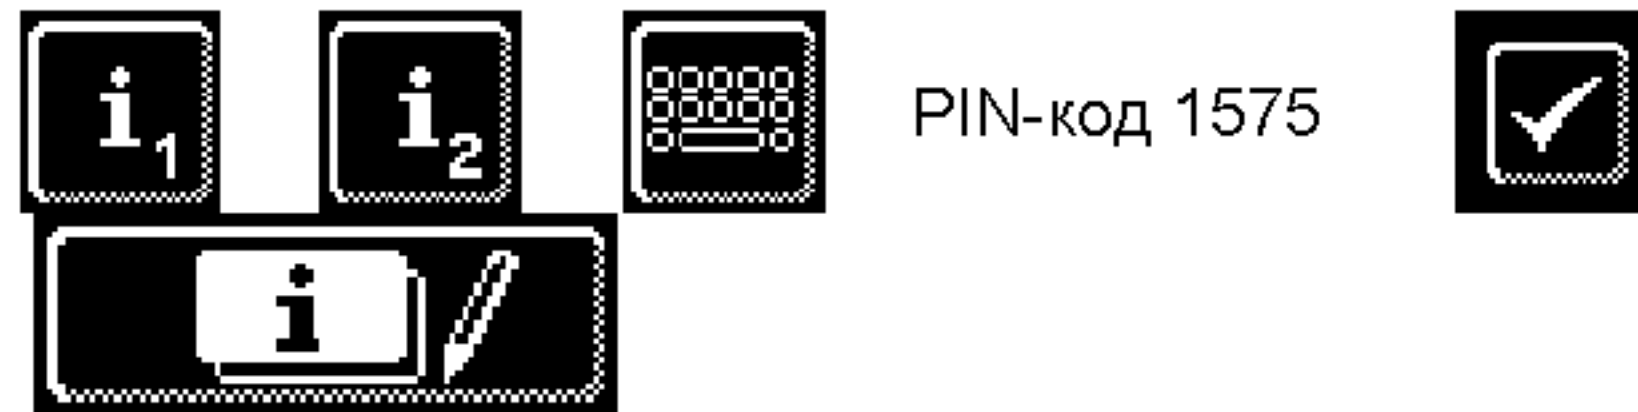

Рис. 21
- ⇒ Откроется экран (рис. 21) с эксплуатационными данными.